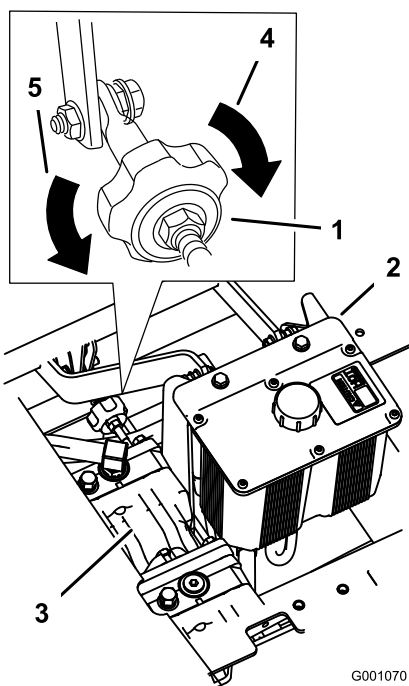

Figura 65
2. Regolate la lunghezza dell'asta della pompa facendo girare nella direzione opportuna la manopola, finché la ruota si ferma o si sposta leggermente indietro (Figura 65).